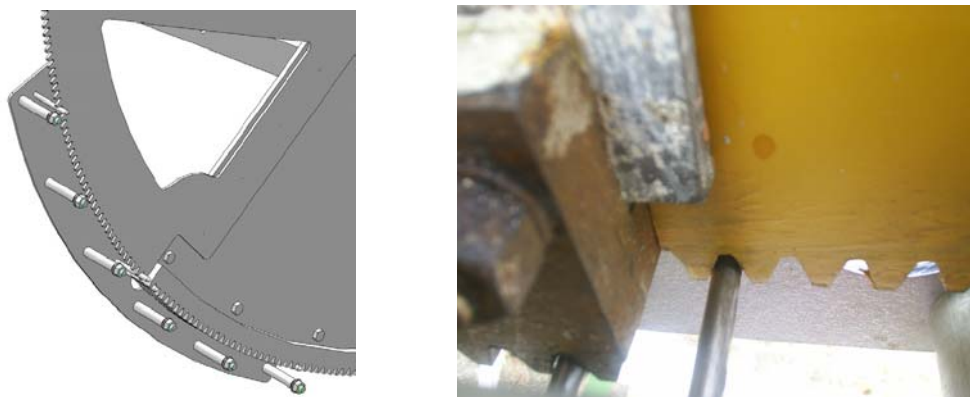

**Fig.08 Esempio posizionamento dima**
11. Fissare con estrema precisione e cura per mezzo di due morse la dima, in modo da inserire due dei quattro spinotti tra i denti della cremagliera assicurandosi che per ogni spinotto vi sia il contatto con i due denti adiacenti (Fig.08). Per migliorare la presa posizionare una apposita morsa che stringa la dima contro la cremagliera (Fig.09).